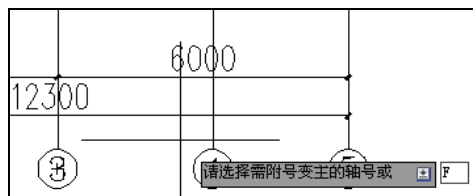

图 2-77 选择“主号变附”命令
//输入 F, 选择“主号变附 (F)”命令, 如图 2-77 所示